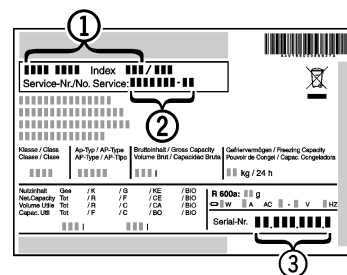

Fig. 8
- ▶ Consulte la denominación del aparato *Fig. 8 (1)*, el nº de servicio *Fig. 8 (2)* y el nº de serie *Fig. 8 (3)* en la placa de identificación. La placa de identificación se encuentra en la parte interior izquierda del aparato
- ▶ Informe al servicio postventa indicando la falla, la denominación del aparato *Fig. 8 (1)*, el nº de servicio *Fig. 8 (2)* y el nº de serie *Fig. 8 (3)*.